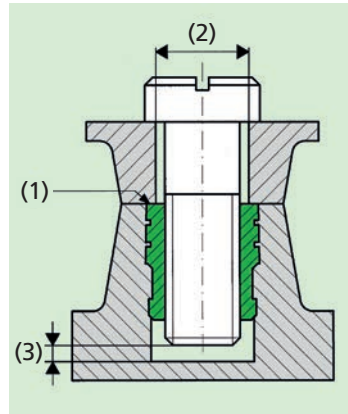

Bild 16
Das zu befestigende Teil soll auf dem Gewinde-Einsatz aufliegen, siehe Bild 16 (1).
Mubux®-A mit Führungsansatz nach unten in das Aufnahmeloch einsetzen und mit Handhebel oder kleiner Presse eindrücken (siehe Bild 16). **Mubux®-A nicht mit dem Hammer einschlagen!**